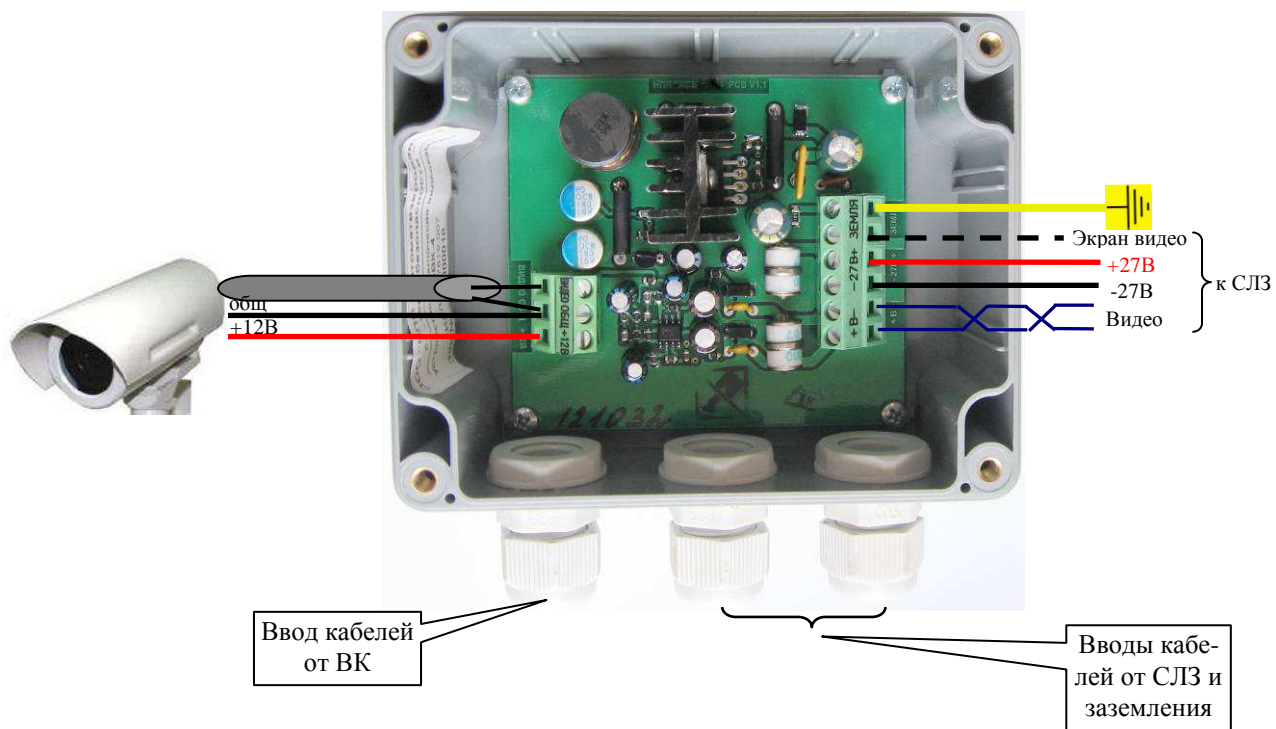

Рисунок 9.7 Подключение кабелей к УПВК-1У.
- **Монтаж проводов от УПВК к ВК.** Подсоедините (продев через гермоввод) провода питания и видеоканала от ВК к УПВК-1У как представлено на рис.9.7. Центральную жилу коаксиального кабеля подсоедините к клемме «Видео», а оплетку - к клемме «общ».
- **Подсоединение линии связи и питания к УПВК.** Подсоедините кабель витой пары линии связи к клеммам УПВК-1У «+27В-» и «Видео+, Видео-» как указано на рис.9.7. Если одна витая пара в кабеле используется для передачи видеосигнала, а остальные 3 пары используются для подачи напряжения электропитания (цветные провода из трёх пар соединяются вместе), то подготовьте кабель для подключения как представлено на рис.9.10.